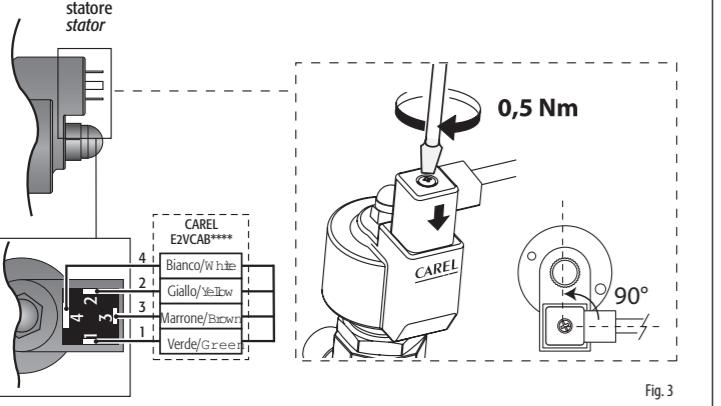

Fig. 3
7. Raccorder le connecteur câblé au moteur pas à pas dans le logement correspondant et serrer la vis avec un couple de 0,5Nm en suivant les indications de la Fig. 3. Connecter ensuite l'extrémité quadrupolaire du câble aux bornes correspondantes du Driver CAREL EVD*** ou du régulateur homologué CAREL et configurer les paramètres selon la valeur reprise au tableau ci-dessous.